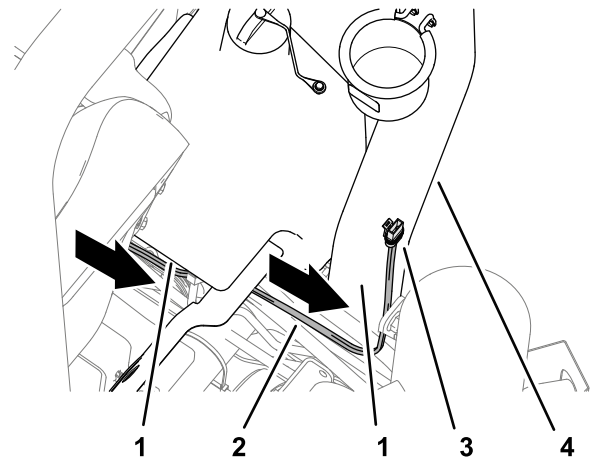

Bild 12
4. Verlegen Sie den Kabelbaum am Boden des Kraftstofftanks und am rechten Überrollbügelrohr entlang (Bild 12).